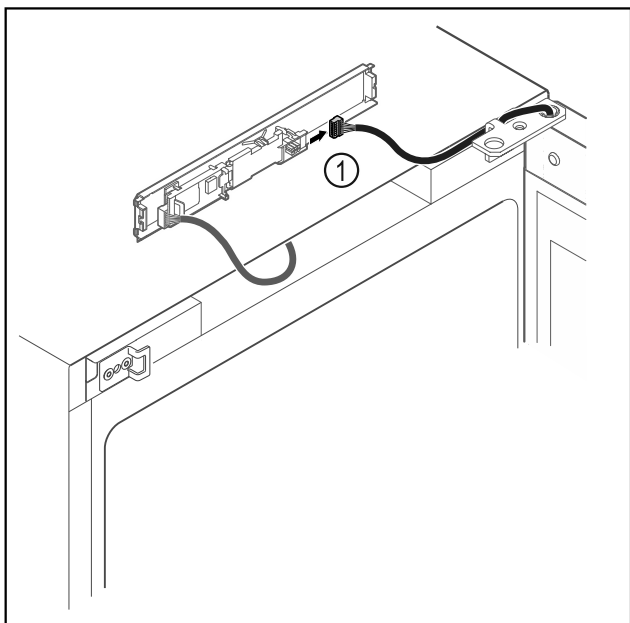

Fig. 11
- Wtyczkę Fig. 11 (1) należy odłączyć od płytki drukowanej.